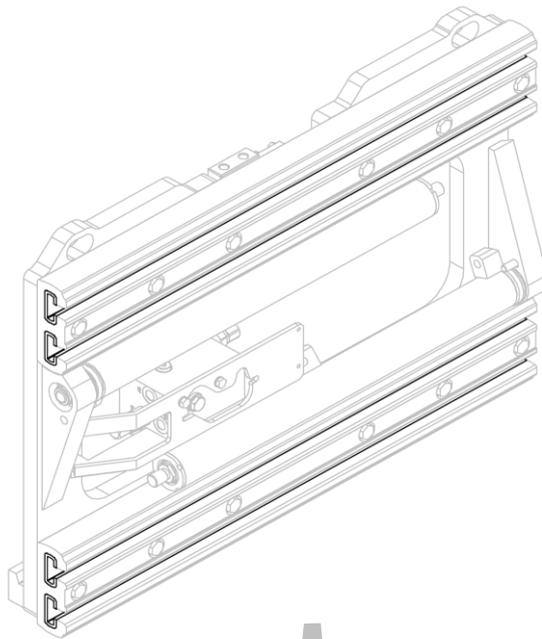
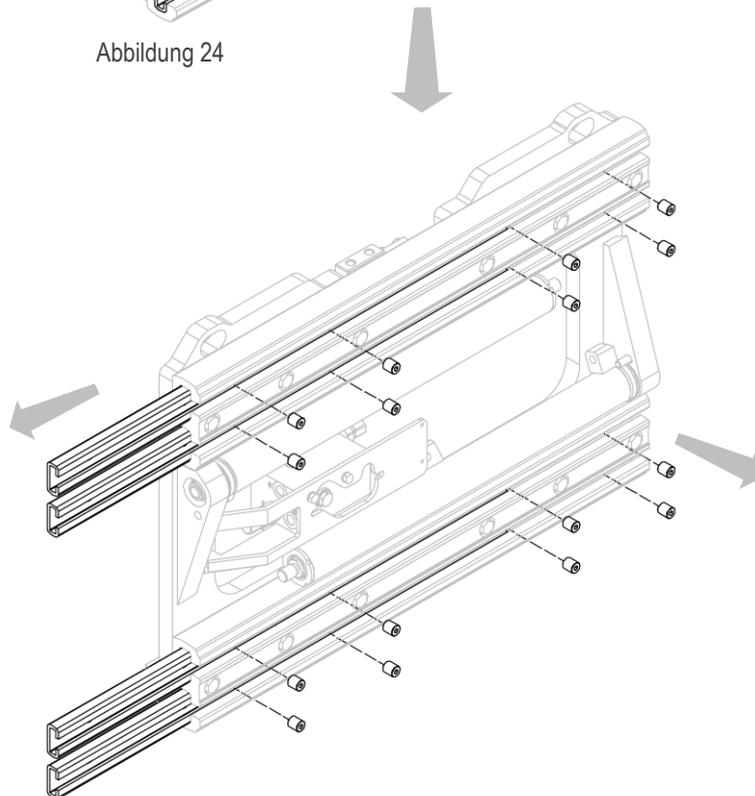

Abbildung 24
Abbildung 25
3. Nehmen Sie die Nylon-Gleitführungen weg, nachdem Sie die entsprechenden Madenschrauben gelöst haben (siehe *Abbildung 24* und *Abbildung 25*).